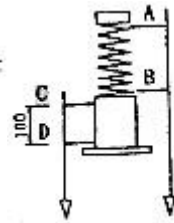

图 2
5. 测量液压缓冲器的活塞柱垂直度：其 A 和 B 的差不得大于 1mm，坐筒部分每 100mm 长度内偏差小于 1mm，测量时应在相差 90 度的两个方向进行（图 2），液压缓冲器的垂直度偏差不得大于 0.5mm。